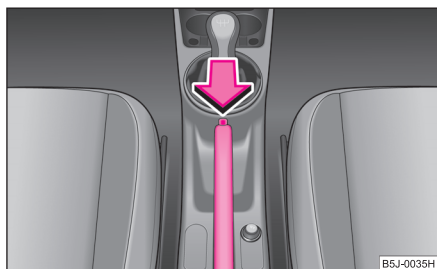

Fig. 103 Console centrale: Frein à main
- Tirez un peu le levier du frein à main vers le haut **et** enfoncez **simultanément** le bouton de verrouillage ⇒ fig. 103.